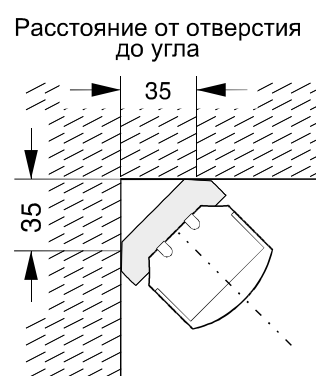

Рисунок 5.3
6.5.5 Угловой монтаж (Рис. 5.3)